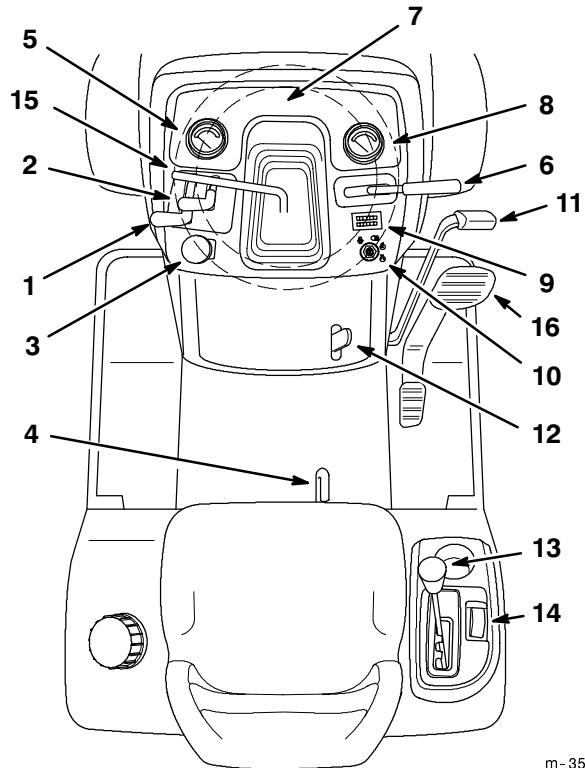

Abbildung 11
Machen Sie sich mit allen Bedienungselementen vertraut (Abb. 11), bevor der Motor gestartet und das Gerät eingesetzt wird.
- Das Bremspedal (Abb. 11) herunterdrücken und in der gedrückten Position halten.
- Den Feststellbremsenhebel (Abb. 11) hochziehen und den Fuß allmählich vom Bremspedal nehmen. Das Bremspedal sollte in heruntergedrückter (gesperrter Position) bleiben.
- Das Bremspedal (Abb. 11) herunterdrücken. Der Feststellbremsenhebel sollte sich lösen.